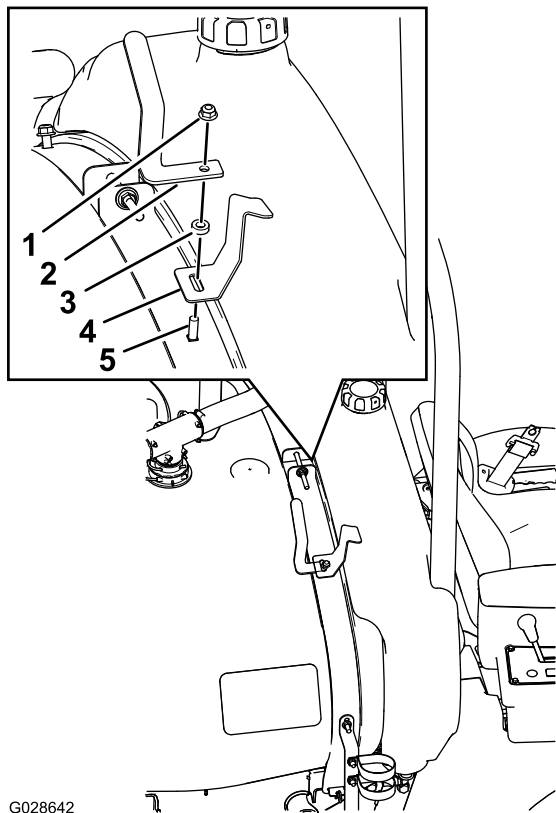

Figura 15
7. Allineate il supporto del flessibile, il distanziale (3/8 x 1/4 poll.) e la staffa del serbatoio destra sul bullone a testa tonda (3/8 x 1 poll.) nel foro superiore interno della fascia anteriore destra (Figura 15).
8. Fissate il supporto del flessibile, il distanziale e la staffa del serbatoio al bullone a testa tonda e alla fascia (Figura 15) con un dado di bloccaggio flangiato (3/8 poll.).